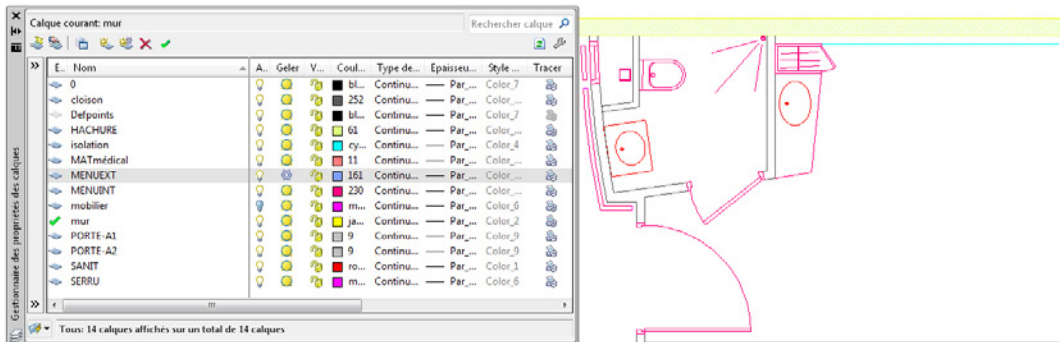

Figure 4.44
2. Procédez maintenant au gel du calque des menuiseries extérieures « menuext ». Les objets du dessin compris dans ce calque disparaissent également (voir Figure 4.44).